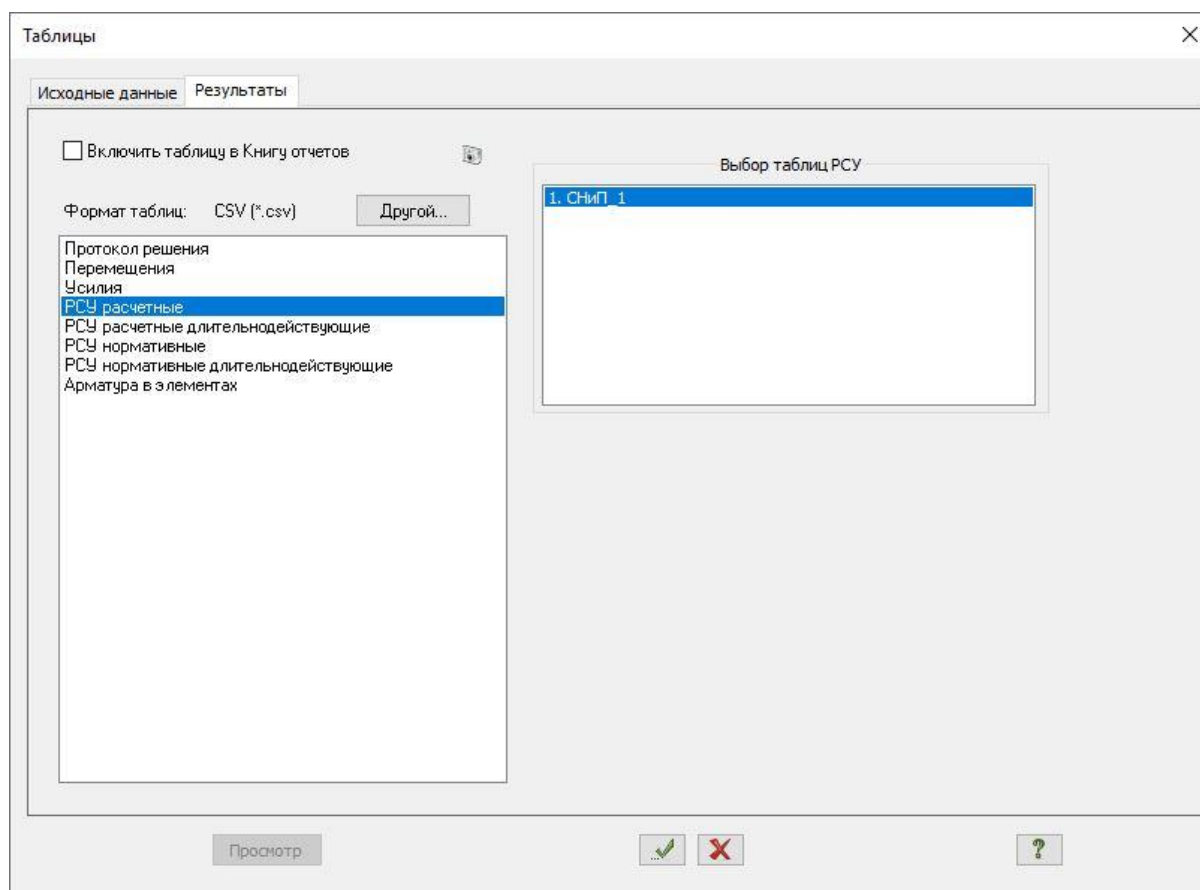

Рис.1.22. Диалоговое окно **Стандартные таблицы**
- После этого в диалоговом окне **Таблицы** (рис.1.22) выделите строку **PCU расчетные**.